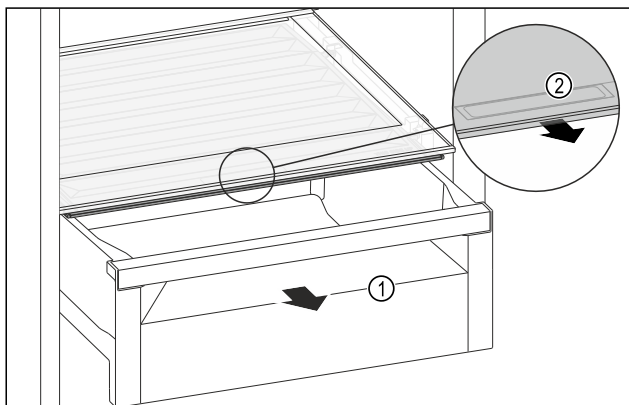

Fig. 124
- ▶ Извлеките выдвижной ящик Fig. 124 (1).
- ▶ Возьмитесь за утопленную ручку Fig. 124 (2) на крышке отделения и одновременно потяните крышку отделения вперед.